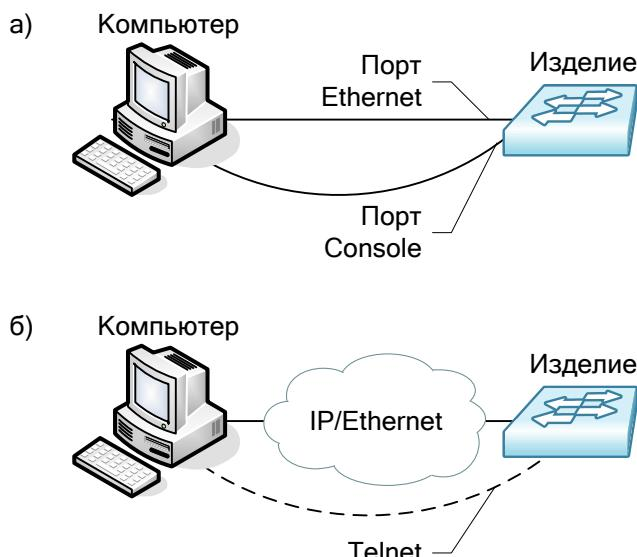

Рис. 25 — Примеры подключения изделия для сохранения и загрузки конфигурации или обновления программного обеспечения
2. Подключите один из портов изделия к сети. Примеры подключения показаны на Рис. 25:
2. Подключите один из портов устройства к сети. Примеры подключения показаны на Рис. 25;
1. Подключите компьютер, содержащий файлы программного обеспечения, к коммутатору как показано на Рис. 25;